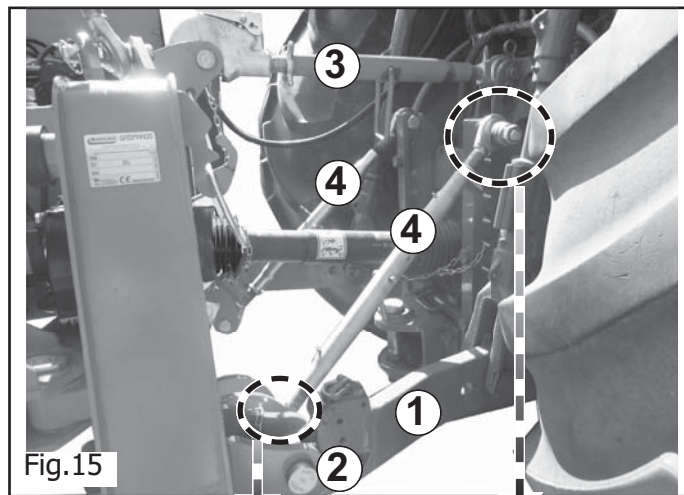
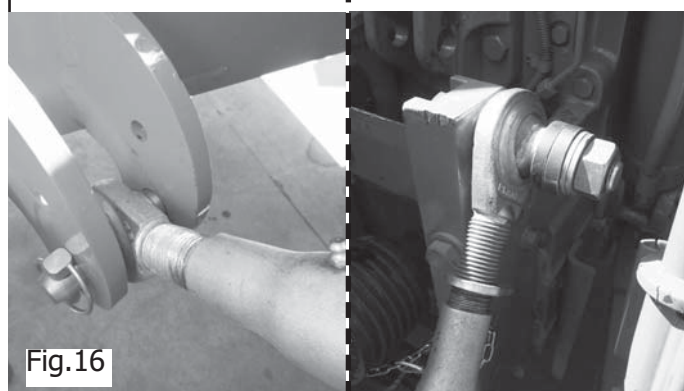

Fig.15
Fig.16
- 1) Rapprocher les 2 bras du relevage hydraulique du tracteur (1 Fig.15) à la machine, en correspondance des attelages à pivots
- 2) Insérer les pivots (2 Fig.15) avec les relatives goupilles élastiques de sûreté.
- 3) Insérer le tendeur au 3ème point (3 Fig.15) et soulever la machine. Refermer les pieds stabilisateurs.
Enregistrer le tendeur (3 Fig.15) pour placer le réservoir parallèle au terrain.
- 4) Après avoir appliqué la tête de broyage, contrôler qu'elle appuie parallèle au terrain. Dans le cas contraire, régler la position correcte grâce au tendeur 3ème point (3 Fig.15).
- 5) Tendre les 2 bras du relevage (1 Fig.15) grâce aux tendeurs respectifs et positionner la machine centralement.
- 6) Tendre les tendeurs (4 Fig.15-Fig.16 aux connexions du tracteur.
- 7) Effectuer l'adaptation des tendeurs (4 Fig.15-Fig.16) de la manière suivante :